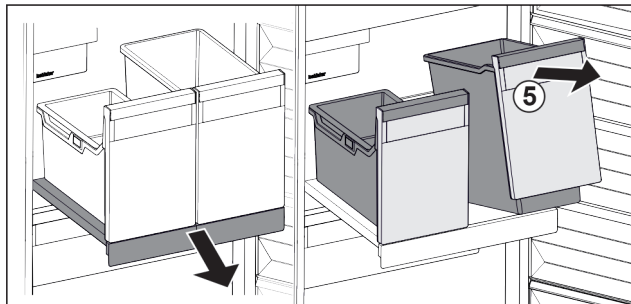

Fig. 123
- ▶ Повдигнете съда Fig. 123 (5) отпред.